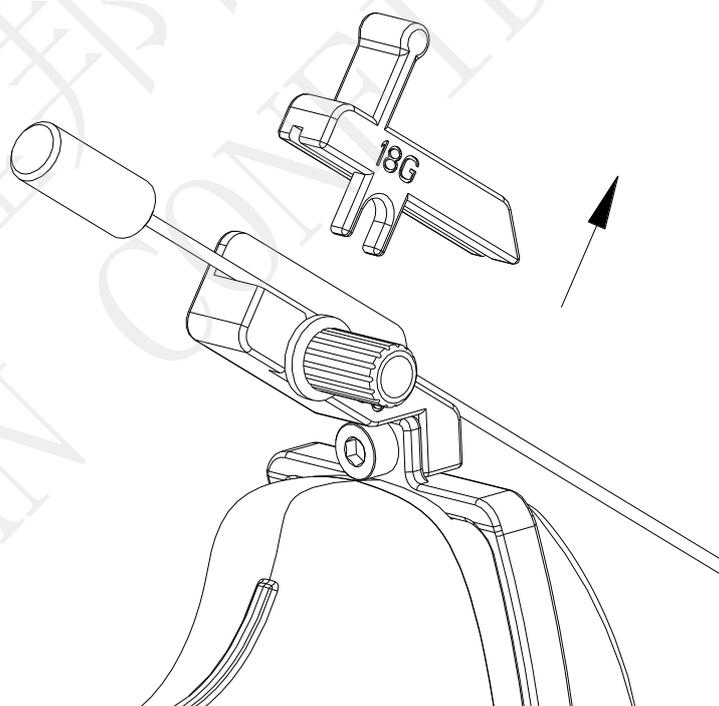
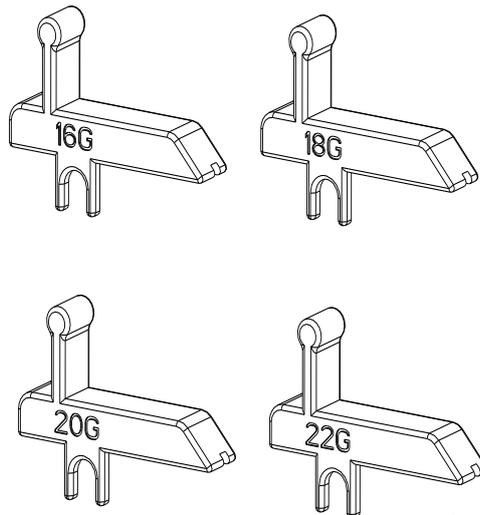

Abbildung 6-34 Entfernen des Gefäßes
Abbildung 6-35 Gefäßmodelle
Schritt 5: Um Sonde, Nadel oder Gefäß auszutauschen oder die Halterung zu entfernen, drehen Sie Regler 1 (leicht) im Uhrzeigersinn, entfernen Sie das Gefäß gemäß Pfeilrichtung in Abbildung 6-34, und tauschen Sie anschließend Sonde, Nadel oder Gefäß aus, oder entfernen Sie ggf. die Halterung. Um ein Gefäß auszutauschen, föhren Sie die Schritte in umgekehrter Reihenfolge durch. Modelle des unterstützten Gefäßes sind in Abbildung 6-35 dargestellt.